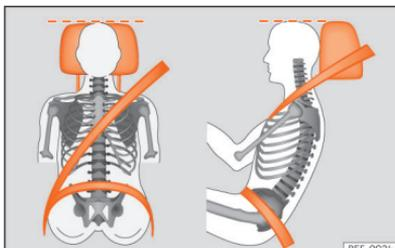

Fig. 18 Faixa do cinto de segurança e encosto de cabeça corretamente regulados.
beça, e nunca abaixo dos olhos. Mantenha a nuca o mais próximo possível do encosto de cabeça »» Fig. 18.
- Ajuste longitudinalmente o banco, de modo a poder carregar a fundo nos pedais com os joelhos ligeiramente fletidos e a ficar uma distância entre a zona dos joelhos e o painel de instrumentos de pelo menos 10 cm (4 polegadas) »» Fig. 18.